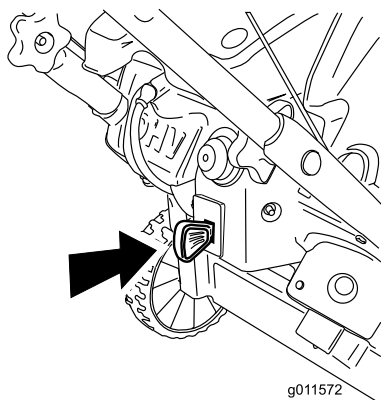

Рисунок 15
1. Поверните ключ зажигания по часовой стрелке в положение On (Включено) (Рисунок 15).